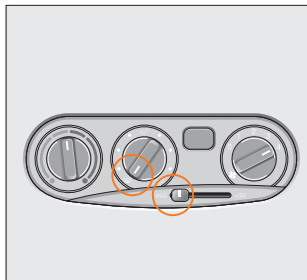

Рис. 60. Вентиляция салона
**Вентиляция салона** (рис. 60).